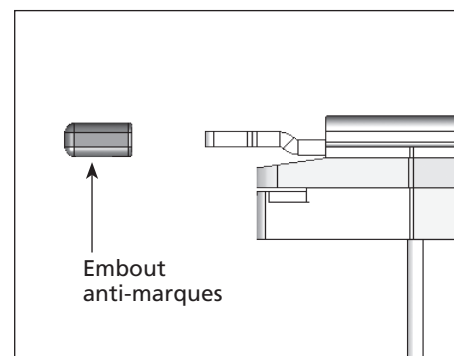

Figure 4
**EMBOUT ANTI-MARQUES** — L'embout anti-marques est conçu pour éliminer les marques causées par la pointe de contact (PC) (voir la figure 4). L'embout anti-marques peut être retiré s'il n'est pas requis (voir RETIRER L'EMBOUT ANTI-MARQUES) ou lorsqu'on préfère un fraisage un peu plus profond. Glisser simplement l'anti-marques de la PC.